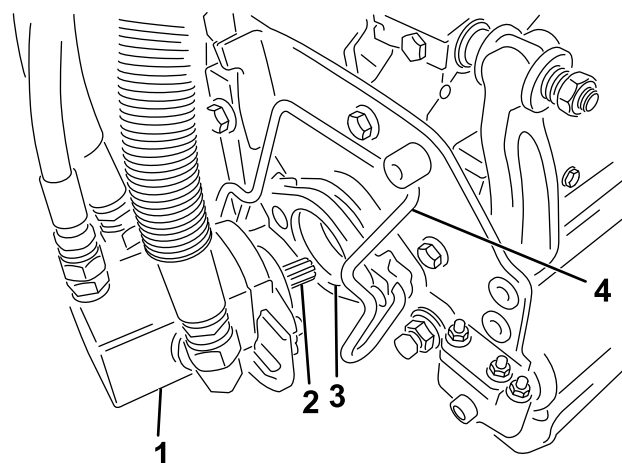

Figura 55
5. Revista o veio estriado do motor da unidade de corte com massa lubrificante limpa (Figura 55).
6. Insira o motor no lado esquerdo da unidade de corte (visto da posição do operador) e empurre a barra de retenção do motor na unidade de corte na direção do motor até ouvir um “clique” de ambos os lados do motor (Figura 55).